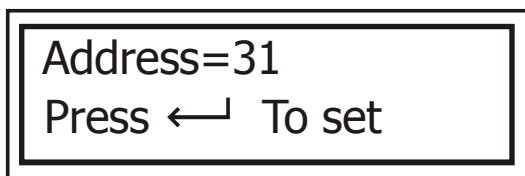

Рис. 44
3. Нажмите , на дисплее появится экран настройки сетевого адреса. Используя кнопки  и , задайте сетевой адрес прибора. Используйте кнопку «Esc», чтобы сохранить адрес (рис. 44):